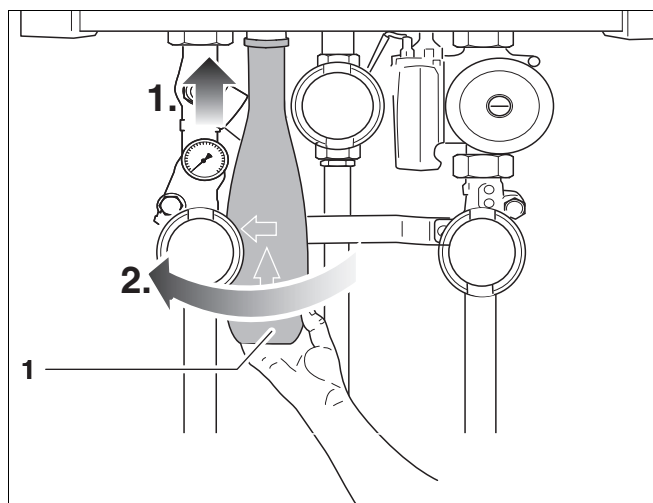

Рис. 17 Монтаж сифона
- Смонтировать сифон (рис. 17, поз. 1) на подключении для отвода конденсата (АКО).
Сифон оснащен байонетным замком. Сифон нужно вставить (рис. 17, шаг 1), а затем повернуть на 1/4 оборота против часовой стрелки (рис. 17, шаг 2) до защелкивания.